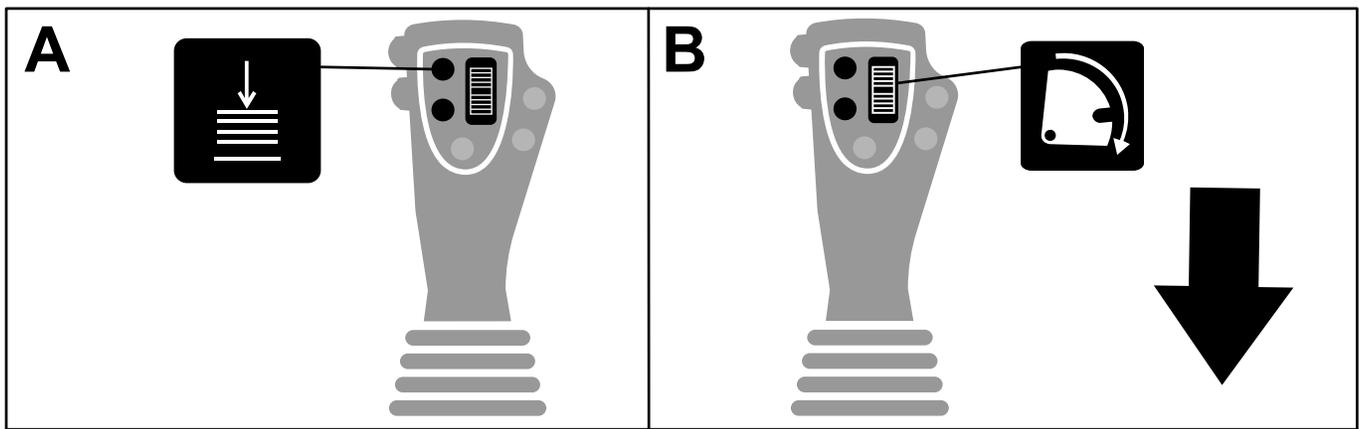

Bild 44
8. Senken Sie den Rohrheber ab (Bild 44).
9. Drücken Sie die Skala zum Drehen der Nocke nach UNTEN, um die Nocke in die Stellung zu drehen, die Sie in Schritt 2 ausgewählt haben (Bild 44).